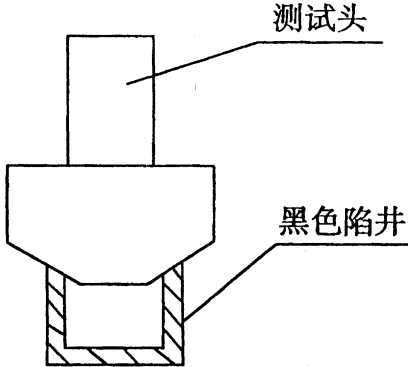

图 8 测试头在支架上的安装
12. 若使用者希望本仪器作台式用,请将测试头按在专用支架上,图 8。
主波长 λ_d :有图 8 的色品图上,将 D_{65} 光源点 O 与所测得物体的 $x \cdot y$ 点(如 M)连结并延长。与光谱轨迹的交点(如 N)所处的波长(如 540 nm)则称该物体的主波长。